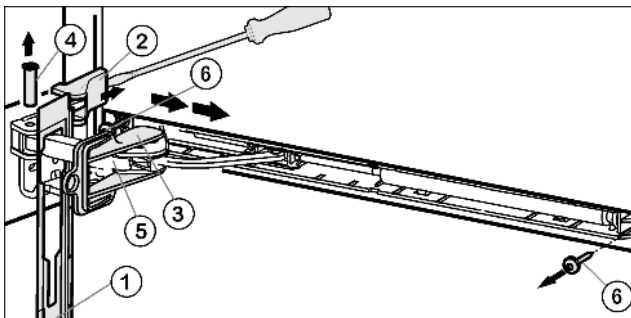

Fig. 5
- ▶ Сдвиньте накладку над амортизационной скобой Fig. 5 (5) в направлении устройства вперед.
- ▶ Зафиксируйте предохранитель Fig. 5 (3) в продольном пазе.
- ▶ Подденьте крышку Fig. 5 (2) отвёрткой с внешней стороны и снимите в направлении наружу.
- ▶ Выдавите палец Fig. 5 (4) снизу.
- ▶ Нажмите амортизационную скобу Fig. 5 (5) в направлении дверцы.
- ▶ Снимите накладку Fig. 5 (1).
- ▶ Открутите целиком амортизатор закрывания двери (2 шт. Torx® 15) Fig. 5 (6).